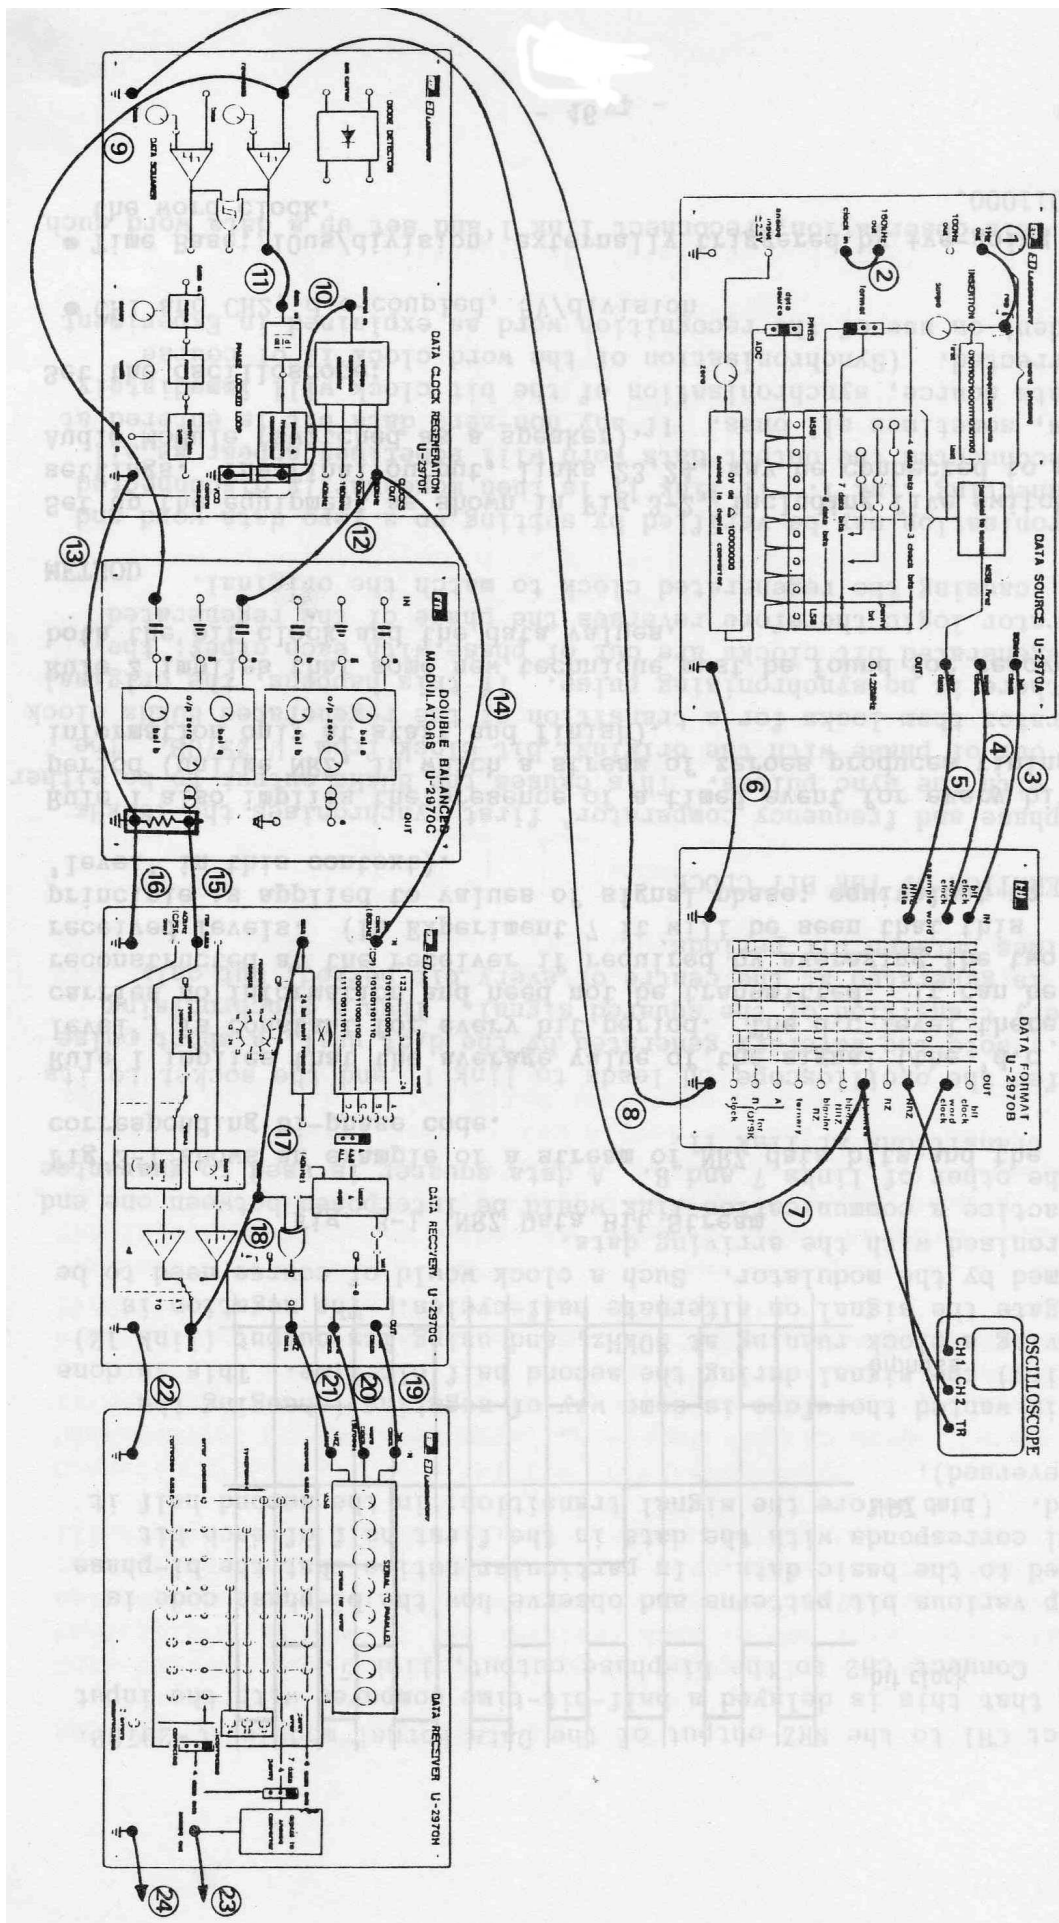

Figura 9: Regeneração do Clock e Recuperação dos Dados Bi-fase
1. Configurar o equipamento como mostrado na figura 9, incluindo as 5 chaves. A saída final, ligações 23 e 24, podem ser conectadas para o módulo de áudio (configurado como um speaker).